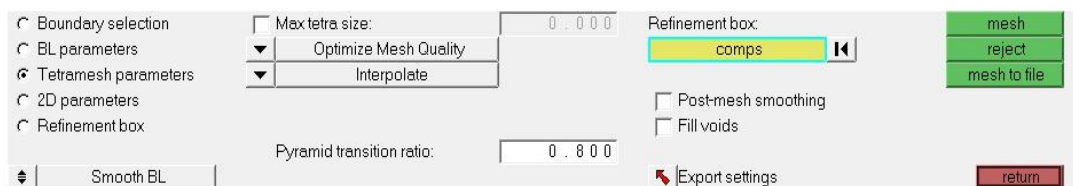

图 5-162 Tetramesh parameters 子面板
(1) 在 CFD Tetra Mesh 面板中, 选择 Tetramesh parameters 子面板, 如图 5-162 所示。